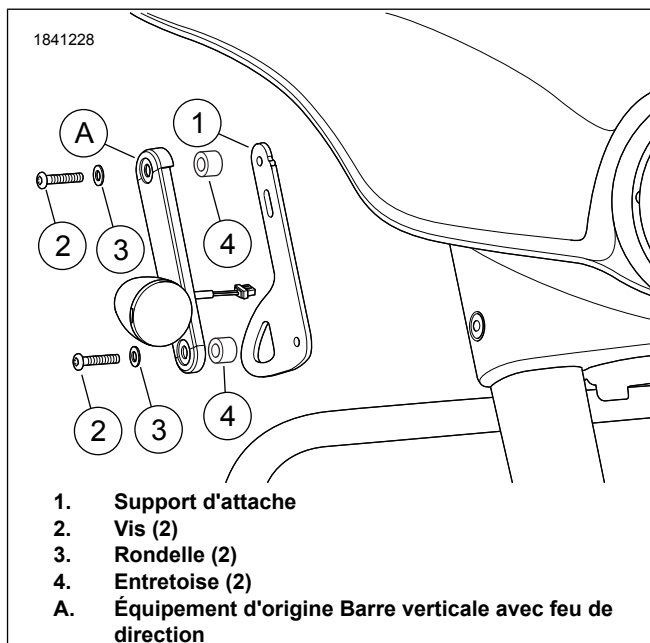

Figure 2. Dépose / pose du support d'attache (côté droit représenté)
1. Voir la figure 2. Acheminer Équipement d'origine le fil du feu de direction en le passant à travers la fente du **nouveau** support d'attache (1).
3. Voir la figure 2. Installer le support d'attache (1), Équipement d'origine la barre verticale (A) avec le feu de direction, les entretoises (4), les vis (2) et les rondelles (3).